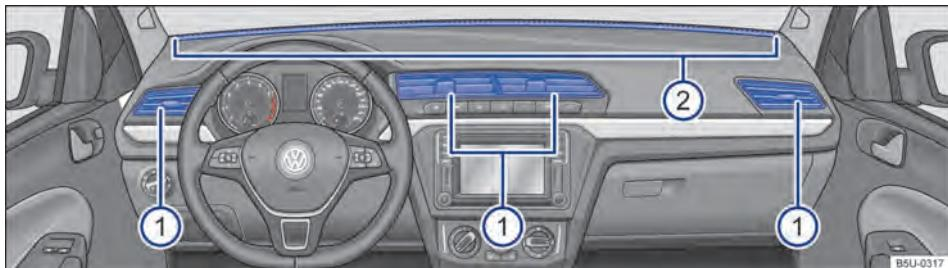

Fig. 74 No painel de instrumentos: difusores de ar.
Para que uma potência de aquecimento, uma refrigeração e uma entrada de ar suficientes sejam atingidas no interior do veículo, nunca fechar os difusores de ar completamente → Fig. 74 ①.
- Para abrir os difusores de ar ①, pressionar na parte superior do difusor de ar.
Há outros difusores de ar, não reguláveis, encontram-se no painel de instrumentos → Fig. 74 ②, nas áreas para os pés e na parte traseira do interior do veículo.